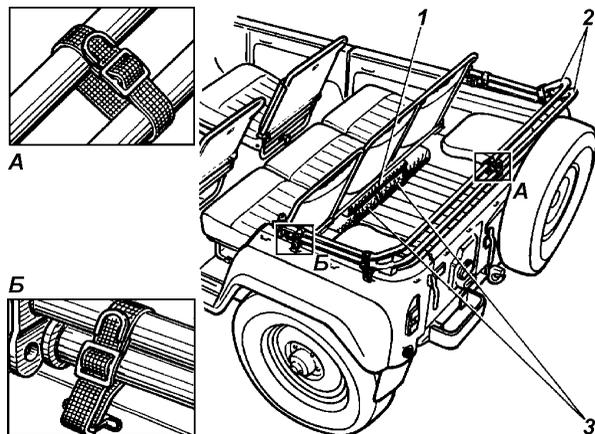

Рис. 10.13. Крепление дуг и пакетов тента в кузове:
5. Уложить пакет тента (рис. 10.13) под трехместное сиденье или, при сложенном положении сиденья, между спинками передних сидений.